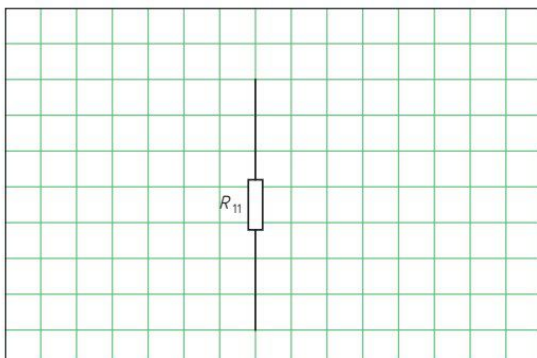
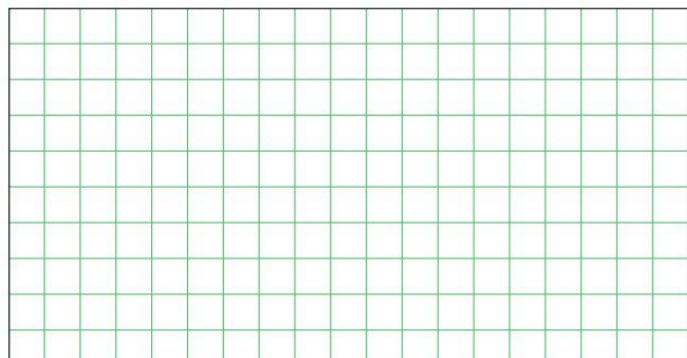

Bild 3: Stromkreis 1 mit R_{11} und R_{12}
Bild 4: Stromkreis 2 mit R_{21} , R_{22} und R_{23}
6. Zeichnen Sie für jeden Stromkreis (**Bild 3, Bild 4 und Bild, folgende Seite**) den elektrischen Schaltplan mit Spannungsquelle, Leitungen, Widerständen. Bezeichnen Sie dabei alle Widerstände und tragen Sie die Gesamtspannung, die Teilspannungen, den Gesamtstrom und die Teilströme in den jeweiligen Schaltplan ein.
Zur Analyse der Stromkreise sollen für Stromkreis 1 und Stromkreis 2 (**Bild 3 und Bild 4, Seite 36**) jeweils folgende Größen berechnet werden (**Tabelle**):